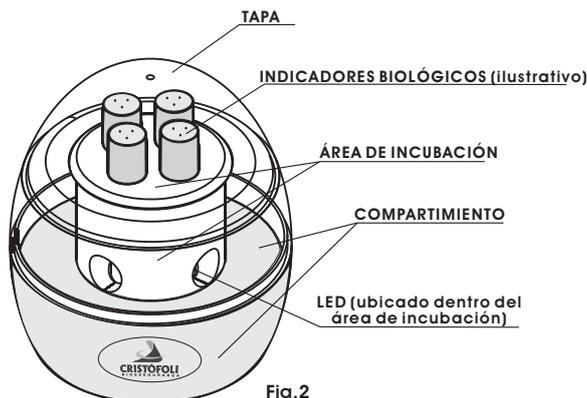

Fig. 2
1► **TAPA DEL ÁREA DE INCUBACIÓN** - Cierra el área de incubación durante el funcionamiento, ayuda a mantener la temperatura estable y protege al operador de quemaduras accidentales (fig. 2).
► **COMPARTIMIENTO** - Cuerpo principal hecho de plástico ABS inyectado de color blanco en la parte inferior y transparente en el área superior (fig. 2).
► **TAPA** - Tiene como finalidad cerrar el área de incubación durante el funcionamiento y mantener la temperatura estable (fig. 2).
► **ÁREA DE INCUBACIÓN** - Fijada al equipo, es donde los indicadores son insertados para la incubación. Posee capacidad para cuatro indicadores biológicos (fig. 2).
► **LED** - Indica cuando la Mini-Incubadora está conectada y sirve también para la iluminación del área de incubación, posibilitando la visualización del resultado (fig. 2).